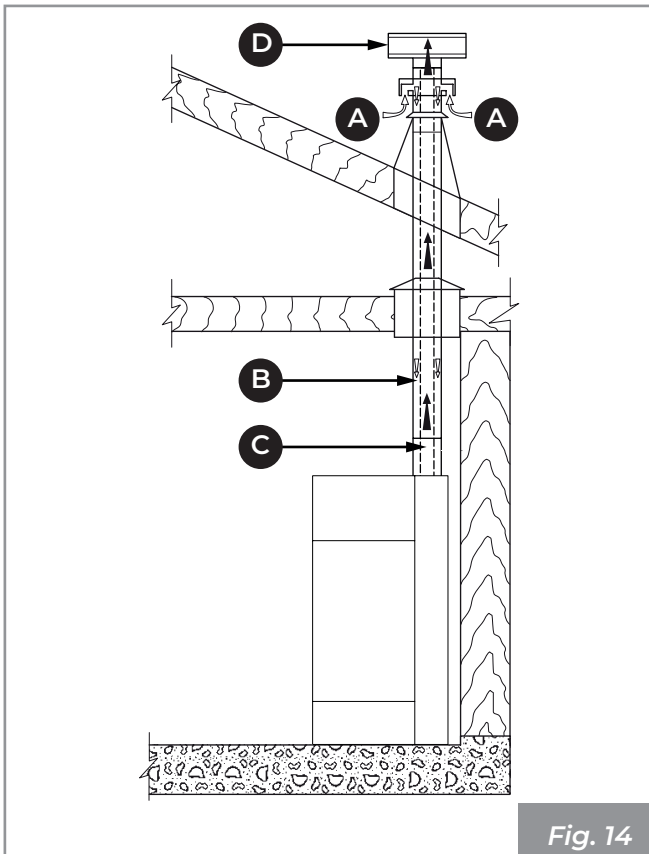
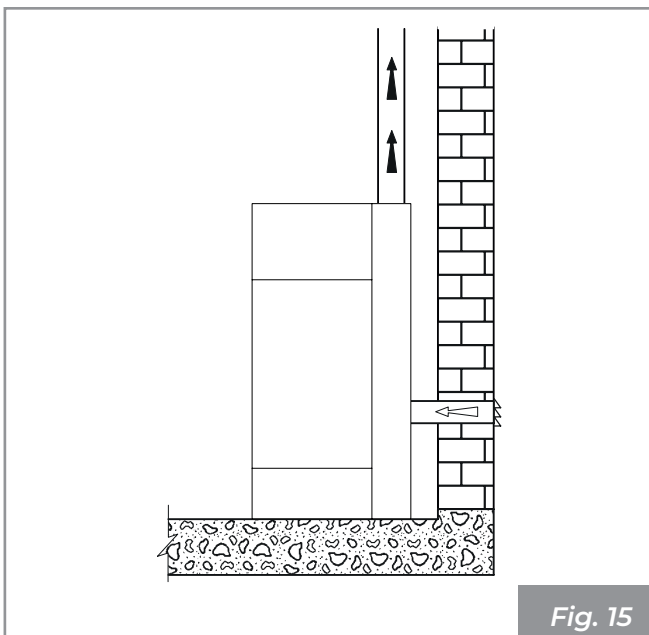

Fig. 14
Fig. 15
- directamente desde el exterior con conexión directa a la cámara de combustión (**Fig. 14 - Fig. 15**).
- canalizar el aire comburente mediante un tubo de descarga coaxial para la expulsión de los humos y la extracción del aire (**Fig. 14 - A, B = Entrada aire, C, D = Salida humos**); por lo tanto no es necesario hacer una clásica toma de aire en el local.
- conectar la entrada de aire comburente del aparato a la toma de aire con un conducto adecuado (**Fig. 15**).